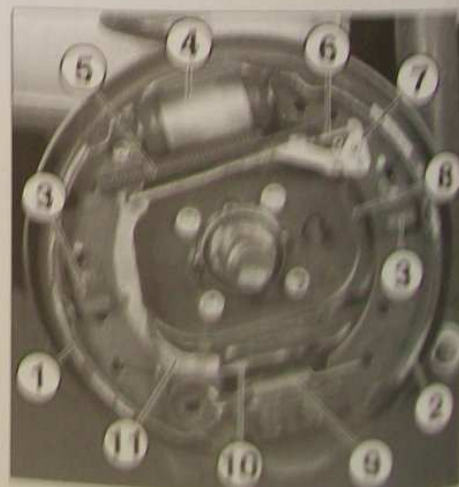

FIG. 8
- le ressort de rappel inférieur (9), à l'aide d'une pince à segments (Fig. 8);
- le mécanisme de maintien latéral (3) du segment tendu (1); pour cela, enfoncez l'agrafe puis la tirer vers le bas.
- Placer une pince de maintien des pistons sur le cylindre récepteur (4).
- Découpler le câble du frein de stationnement (10).
- le ressort de rappel supérieur (5);
- le segment tendu (1);
- Sur le segment comprimé (2), déposer le ressort de rattrapage de jeu (8).
- Déposer le mécanisme de maintien latéral (3) du segment comprimé (2).
- Déposer le segment comprimé (2).